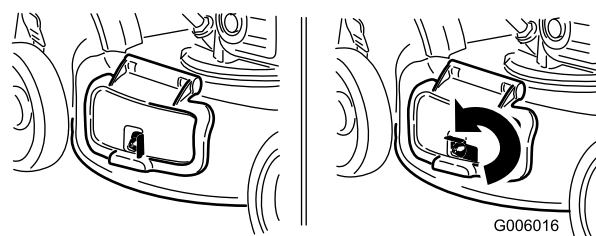

Figure 32
1. Déverrouillez le volet d'éjection latérale (Figure 32).